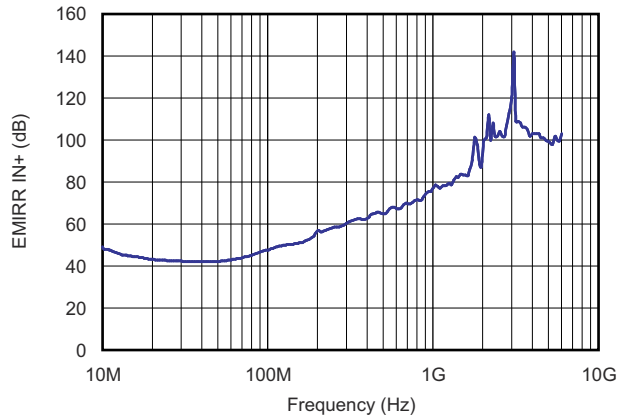

图 7-1. OPAx180 EMIRR 测试
OPAx180 系列使用集成电磁干扰 (EMI) 滤波功能来降低干扰源 (如无线通信设备以及混合使用模拟信号链和数字元件的高密度电路板) 产生的 EMI 干扰效应。利用电路设计技术可以提高 EMI 抗扰度；OPAx180 系列可从这些设计改进中受益。德州仪器 (TI) 已具备在 10MHz 至 6GHz 宽频谱范围内准确测量和量化运算放大器抗扰度的能力。图 7-1 展示了对 OPAx180 系列执行该测试的结果。有关更多详细信息，请参阅运算放大器的 EMI 抑制比 应用报告，可从 www.ti.com 下载。